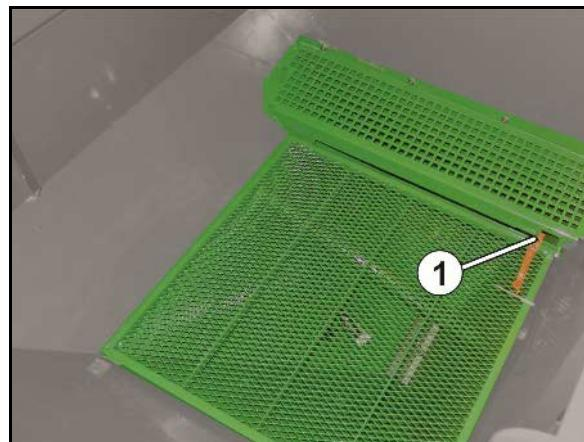

Рис. 50
- складная сетка с фиксатором в бункере для посевного материала (Рис. 50/1).